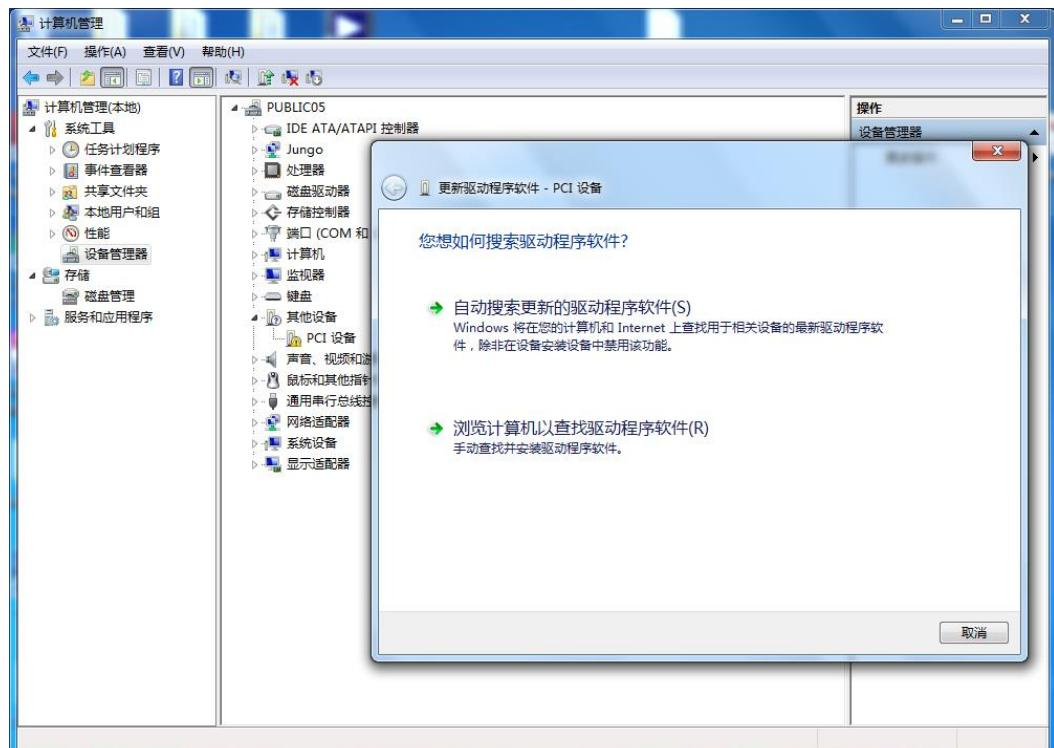
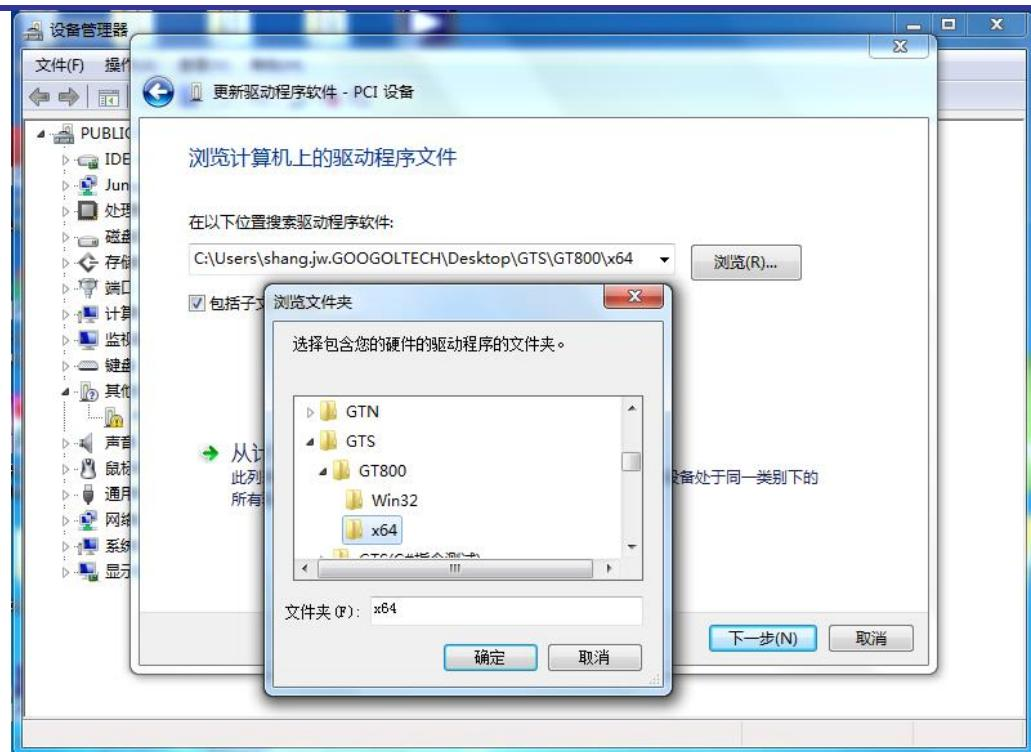
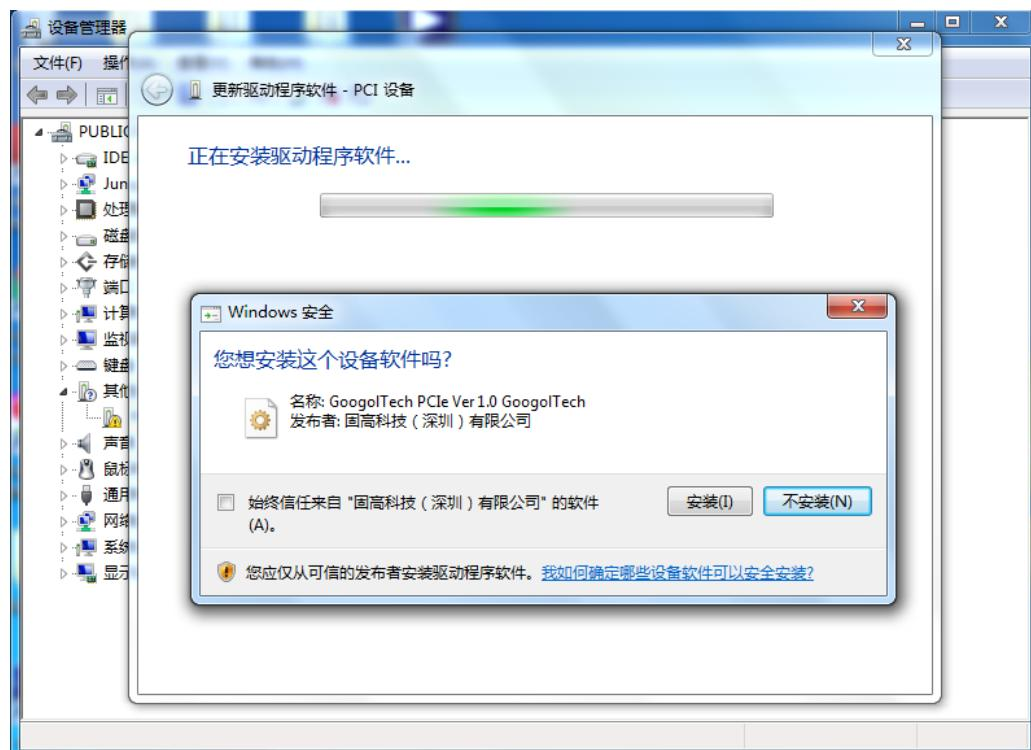
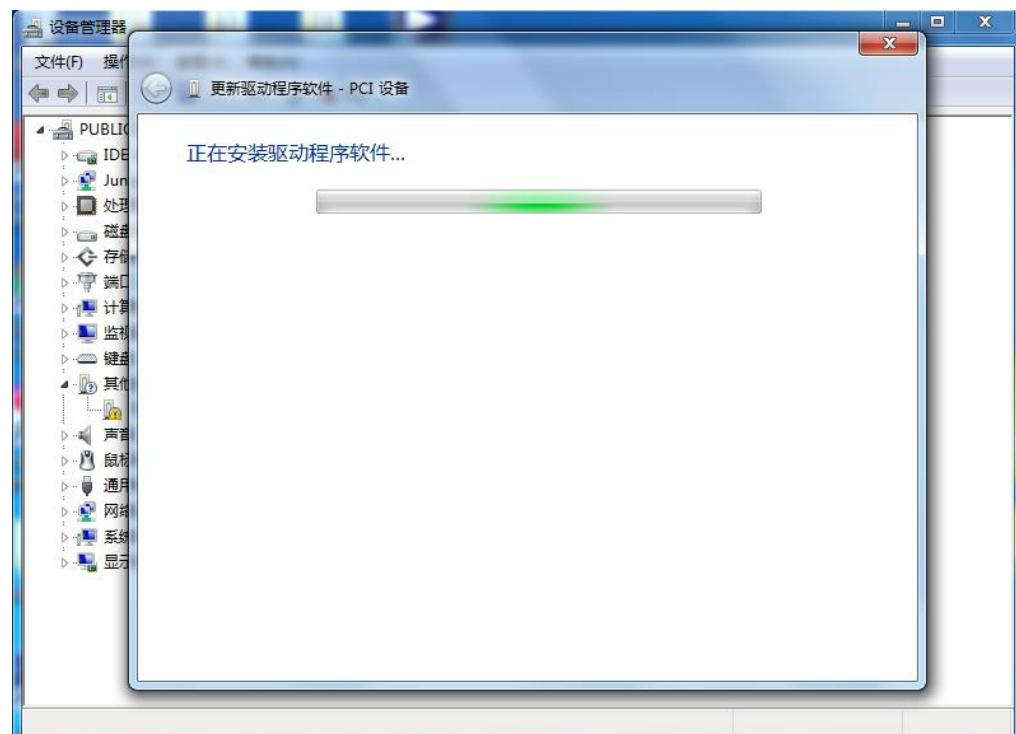

图 2-12 运动控制卡驱动程序安装界面 2
图 2-13 运动控制卡驱动程序安装界面 3
图 2-14 运动控制卡驱动程序安装界面 4
图 2-15 运动控制卡驱动程序安装界面 5
- (2) 将驱动程序下载后解压，示例中将驱动程序解压到桌面...\\GTS\\...中。
- (3) 右击【PCI 设备】，点击【更新驱动程序软件】，显示界面如图 2-12 所示。
- (4) 在图 2-12 所示的界面中，点击【浏览计算机以查找驱动程序软件】，在弹出的界面中点击【浏览】，找到驱动程序所在的位置（本电脑为 64 位操作系统，故安装 64 位驱动程序，若用户电脑为 32 位操作系统，则安装相应的 32 位驱动程序），选中后点击【确定】，如图 2-13 所示。
- (5) 在找到驱动程序所在位置之后，在图 2-13 所示的界面中点击【下一步】，弹出如图 2-14 所示的提示界面，勾选“始终信任来自‘固高科技（深圳）有限公司’的软件（A）”后，点击【安装】按钮，驱动安装过程中如图 2-15 所示。
端子板的 CN16 接用户提供的外部电源，板上标有“+24V”的端子接外部电源+24V，标有 OGND 的接外部电源地，标有“FG”的接大地，SGND 用于特殊情况下的信号地连接。CN10 端子上标注的 OVCC 在端子板内部直接与+24V 相连，接线图 2-14。
根据实际控制需求将端子板及驱动器连接好，整体如图 2-15。具体连接方式请参考“第 3 章 硬件连接”。